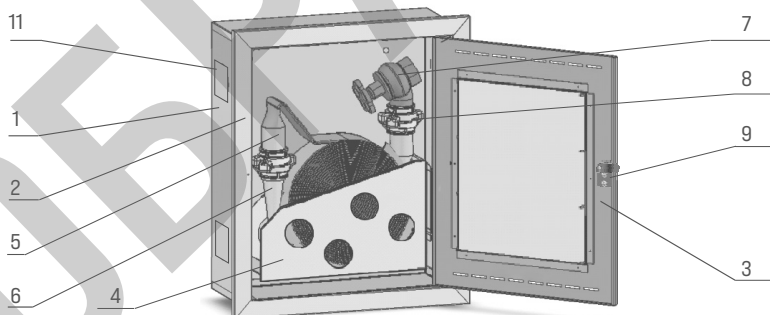

Рисунок 2- Кран пожарный комплектный ПРЕСТИЖ-01-В
3) Для монтажа крана комплектного типоразмера 01-В (см. рисунок 2) необходимо снять раму 2 со шкафа. В корпусе 1 шкафа снять заглушку 11. Перемещая корпус 1 в строительной нише необходимо в образовавшееся отверстие в корпусе ввести отвод стояка против пожарного трубопровода, а затем корпус 1 зафиксировать в нише. Свободное пространство между корпусом 1 и стенками строительной ниши заполнить строительным раствором. На отвод стояка навинтить пожарный клапан 7. Монтаж углового пожарного клапана с условным проходом $D_u=65$ мм вести с применением муфты по ГОСТ 8954, сгона по ГОСТ 8969 и контргайки по ГОСТ 8968. Для монтажа прямого пожарного клапана с $D_u=50$ мм необходимо предварительно вывернуть из клапана вентильную головку. Затем необходимо к пожарному клапану присоединить рукав пожарный 5 через головку муфтовую 8. Рукав уложить в рукавную кассету 4. К рукаву пожарному присоединить ствол пожарный 6. К корпусу 1 присоединить раму 2. Дверь закрыть на замок 9. Дверь 3 опломбировать.